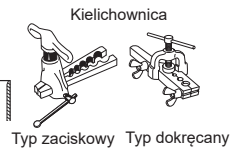

Fig. 4
- Prowadząc rury spustowe należy dopilnować, aby wąż spustowy (1) został poprowadzony zgodnie z rysunkiem. (Fig. 4)
- Kielichowanie (Fig. 4, 5). Mocno zacisnąć rurę miedzianą o wymiarach podanych w tabeli. Wybrać A mm z tabeli odpowiednio do używanego narzędzia.